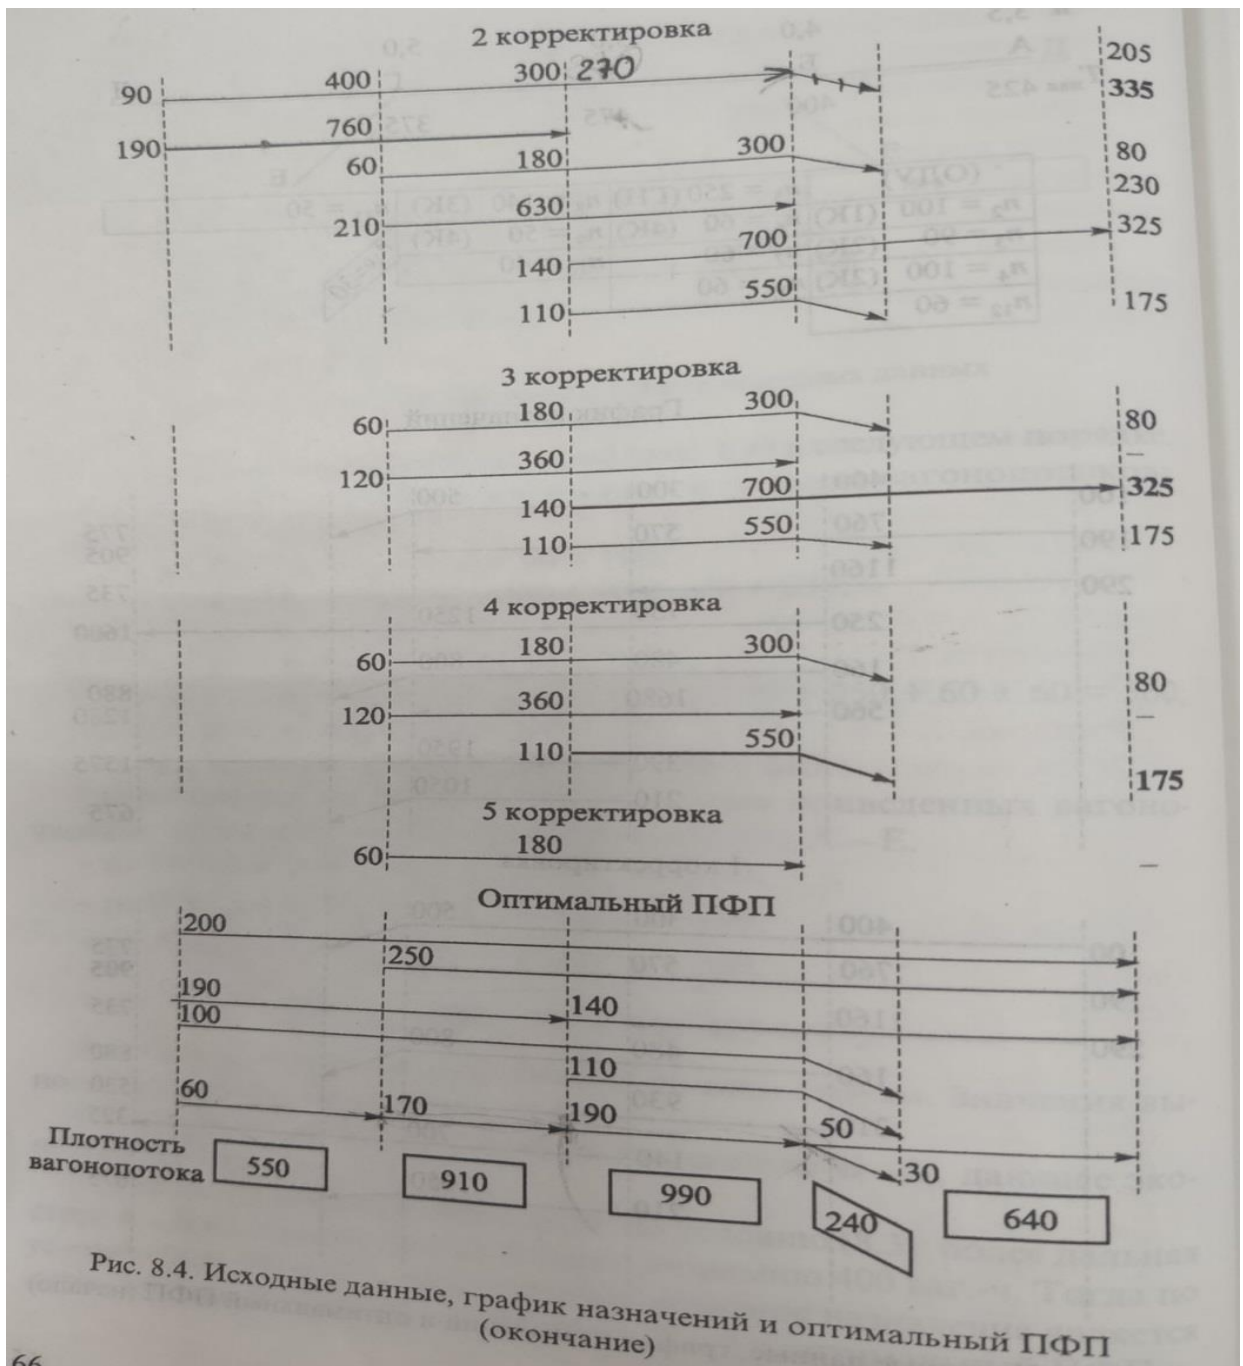

Рис. 8.4. Исходные данные, график назначений и оптимальный ПФП (окончание)
2.5 Производится первая корректировка графика назначений (рис.8.4 начало). Производится проверка струй (не вошедших в график назначений) на выполнение Необходимого условия (НУ).
2.6 Вторая корректировка графика назначений (рис.8.4 окончание). Производится проверка струй (не вошедших в график назначений) на выполнение Необходимого условия (НУ).
2.8 Вычерчивается оптимальный План формирования поездов (рис.8.4 окончание).